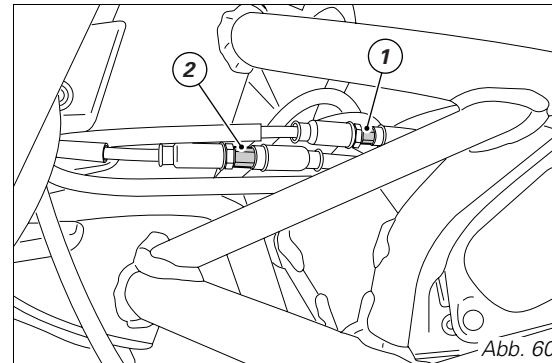

Abb. 60
Der Gasgriff muss, an der Außenseite des Griffbands gemessen, in allen Lenkpositionen einen Leerhub von $1,5 \div 2,0$ mm aufweisen. Falls sich hier eine Einstellung als erforderlich erweist, müssen dazu die entsprechenden Einsteller (1 und 2, Abb. 60), die sich dem Lenkrohr gegenüber auf der linken Seite befinden, verstellt werden. Der Einsteller (1) reguliert die Öffnung des Gases, die andere (2) ist für die Schließung zuständig.